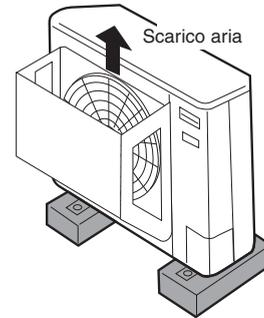

Fig. 2-8
- l'uscita di scarico dell'aria fronteggia un marciapiede e il getto di aria calda infastidisce i passanti. Fare riferimento alla fig. 2-8.